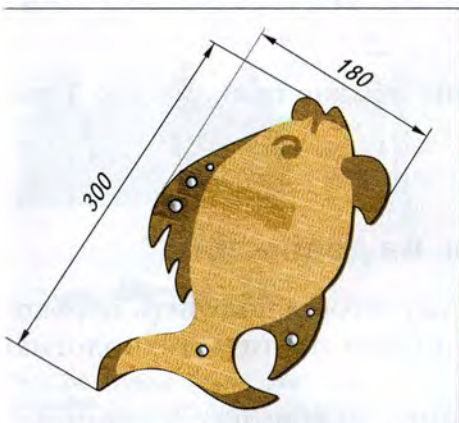
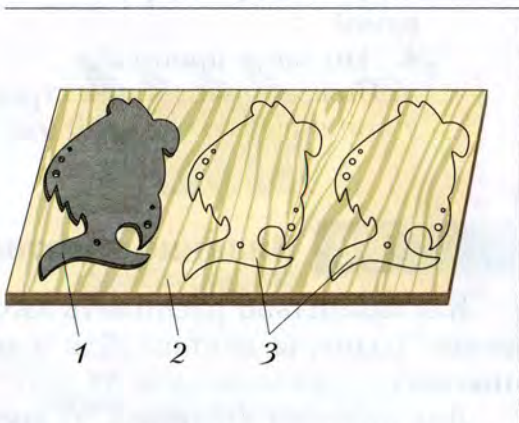
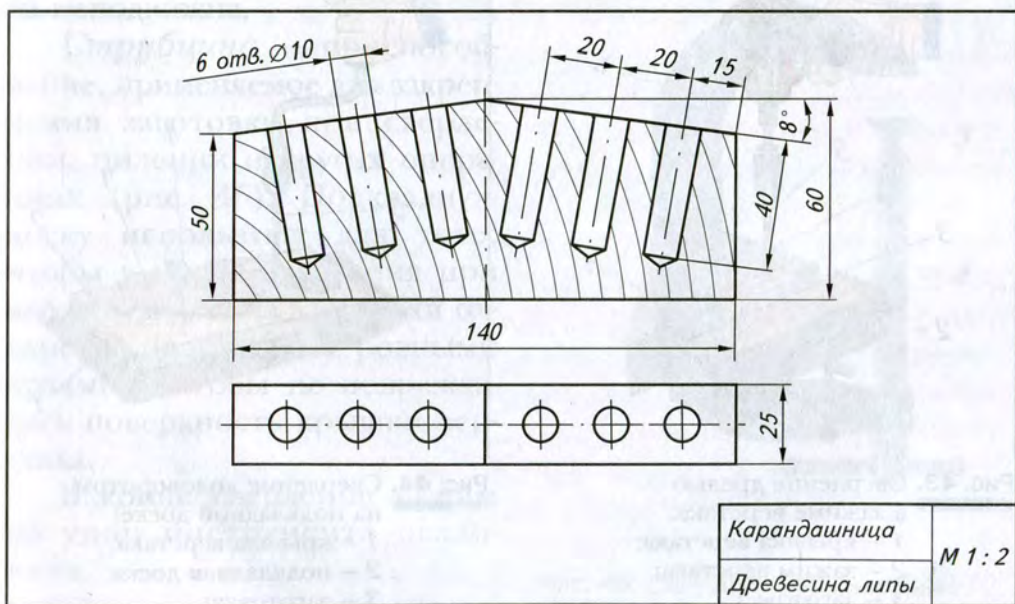

Рис. 21. Разделочная доска «рыбка»
Рис. 22. Разметка деталей с помощью шаблона: 1 – шаблон; 2 – заготовка (фанера); 3 – размеченные контуры детали
Рис. 41. Чертёж детали «карандашница» подставки для ручек и карандашей
Если необходимо разметить деталь с криволинейными контурами (рис. 21) или несколько одинаковых деталей, то применяют *шаблон* – образец, повторяющий форму детали (рис. 22).
3. Выполните на выбранной заготовке разметку одной из деталей: детали «основание» (см. рис. 9) и «карандашница» (см. рис. 41), детали домика для птиц (см. рис. 10), заготовки для разделочной доски «рыбка» (см. рис. 21), настольной полки (см. рис. 57) или детали вашего проектного изделия.
**2.** Распили предварительно размеченные заготовки (по указанию учителя): деталей «основание» (см. рис. 9), «карандашница» (см. рис. 41) и домика для птиц (см. рис. 10); заготовку для разделочной доски «рыбка» (см. рис. 21); деталей приспособления для пиления (см. рис. 28), настольной полки (см. рис. 57), полочки для цветов (см. Приложение, рис. 172) или детали твоего проектного изделия.
4. Прострогайте предварительно размеченные заготовки: детали «основание» (см. рис. 9) и «карандашница» (см. рис. 41), детали домика для птиц (см. рис. 10), приспособления для пиления (см. рис. 28), настольной полки (см. рис. 57), полочки для цветов (см. Приложение, рис. 172) или детали своего проектного изделия.
Рассмотрим последовательность сверления отверстий на примере детали «карандашница» (рис. 41) – одной из деталей подставки для ручек и карандашей (см. Приложение, рис. 170).
5. Просверлите предварительно размеченные заготовки: детали «карандашница» (см. рис. 41), разделочная доска «рыбка» (см. рис. 21), детали настольной полки (см. рис. 57), полочки для цветов (см. Приложение, рис. 172) или детали вашего проектного изделия.